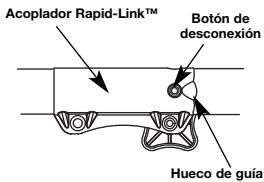

Fig. 13
- Gire la perilla en sentido antihorario para aflojarla (Fig. 13).
- Oppima y sostenga el botón de desconexión (Fig. 13).
NOTA: La alineación del botón de desconexión con el hueco de guía facilitará la instalación (Fig. 13).